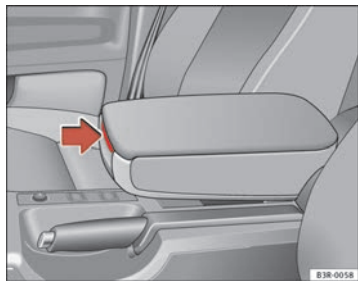

Fig. 114 Reposabrazos entre el asiento del conductor y el del acompañante
- Pulse la palanca de desbloqueo ⇒ **fig. 114**.